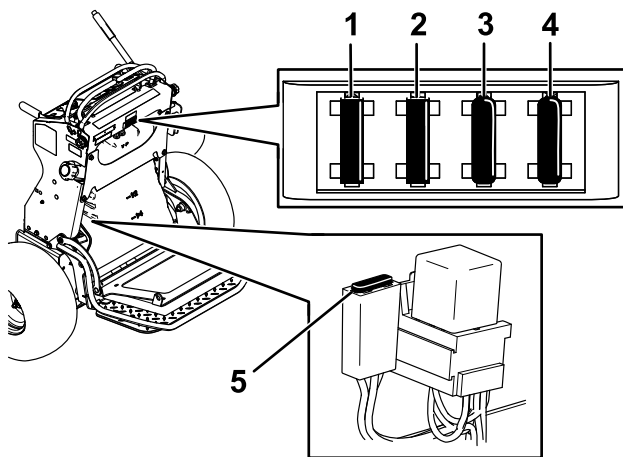

Figure 52
5. Sortez le fusible et remplacez-le (Figure 52).